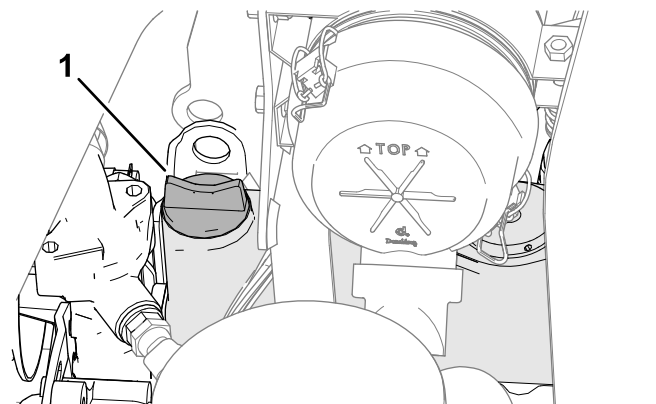

Figura 69
5. Se o nível do óleo estiver baixo, retire a tampa de abastecimento do óleo (Figura 69) e, gradativamente, adicione pequenas quantidades de óleo, verificando o nível com frequência, até que o nível atinja a marca Full na vareta de nível.